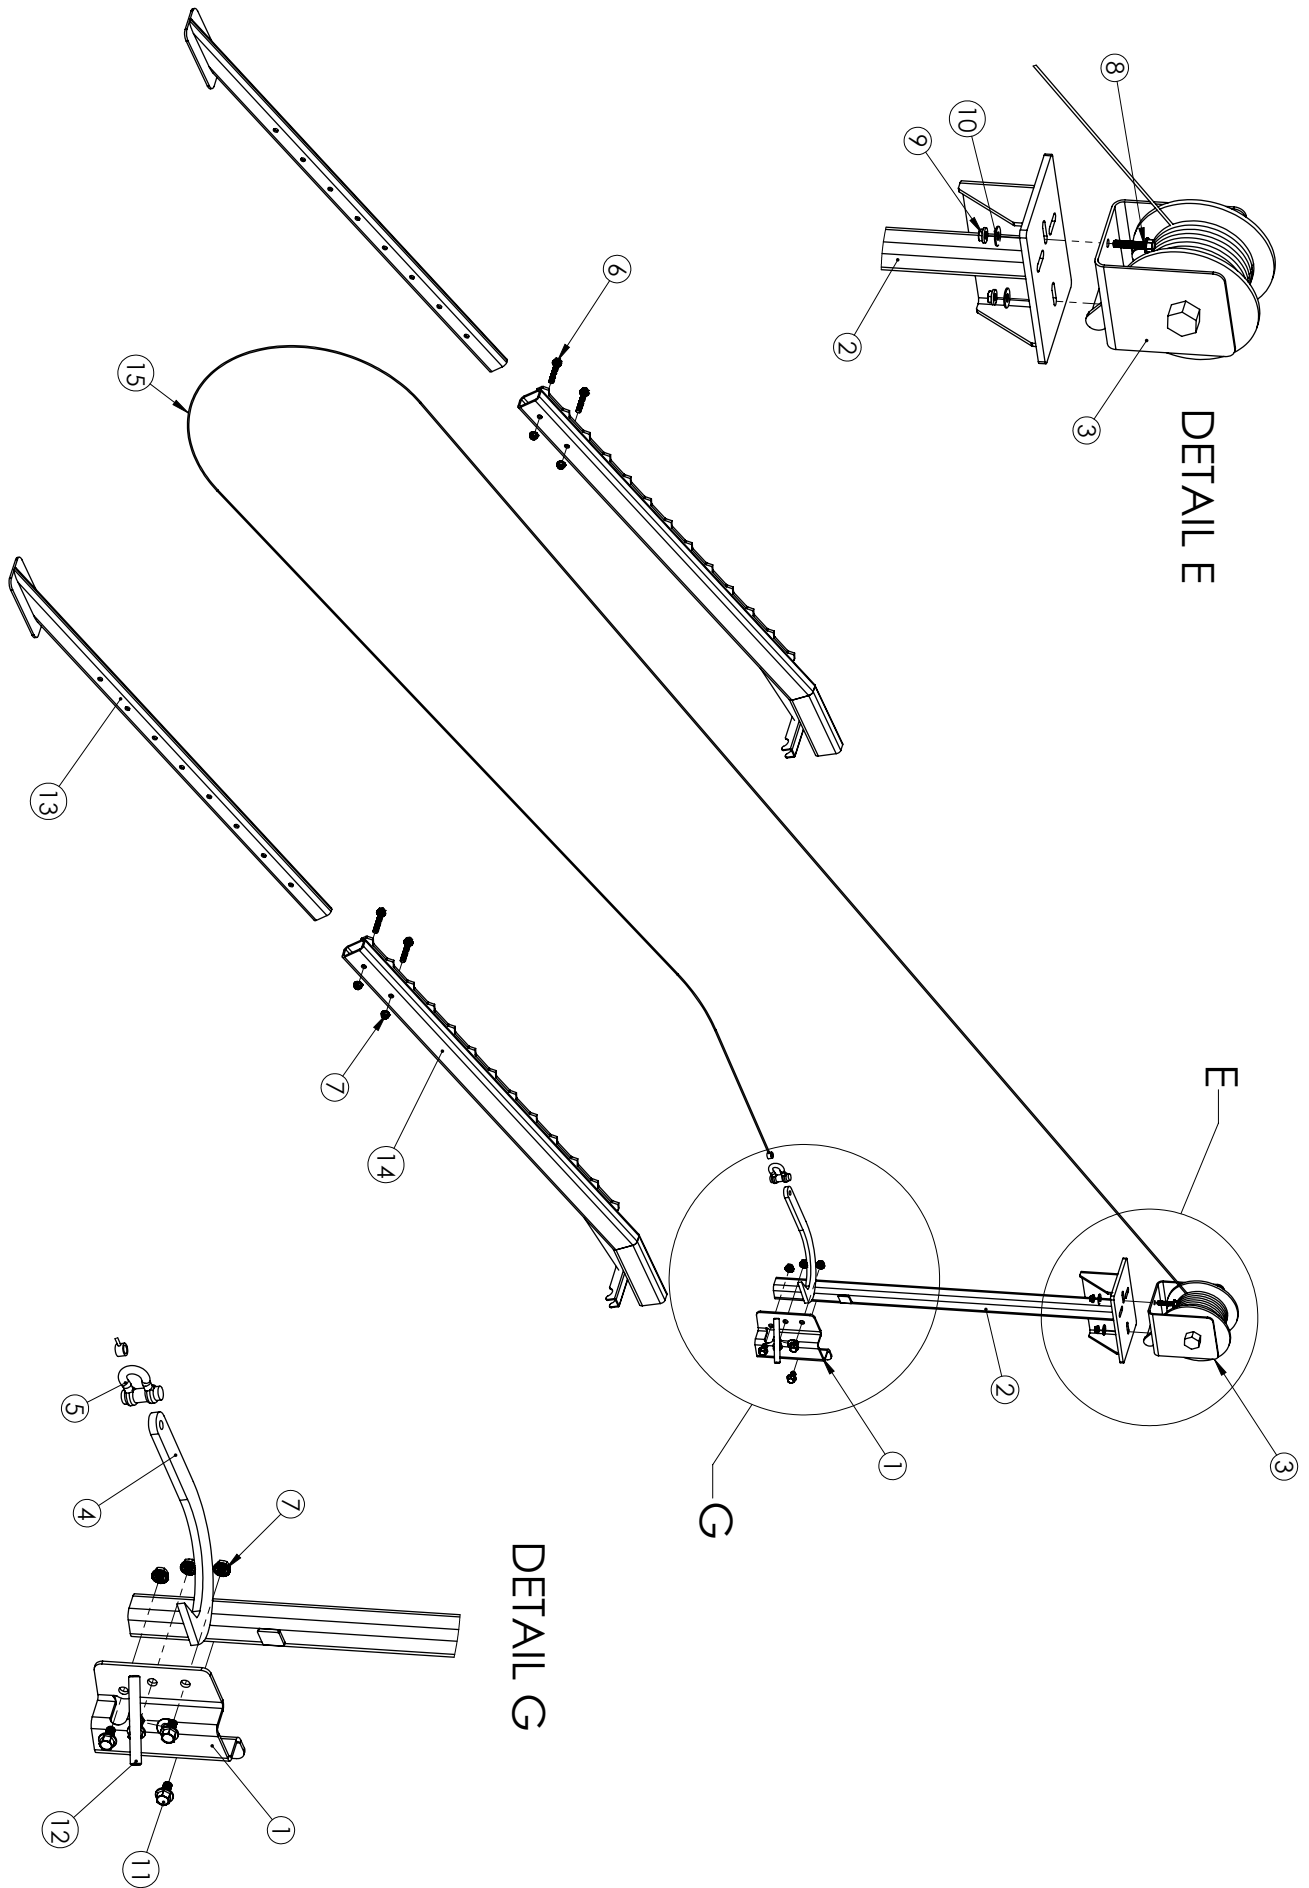

ABBILDUNG 1
05-WLKIT — ABBILDUNG 1
3. Die Winde (Artikel 3) am Windenmast (Artikel 2) mit M8 x 23 mm-Grad 10-Bolzen (Artikel 8), der Beilegscheibe M8 (Artikel 10) und den Muttern (Artikel 9) montieren (Siehe Abb. 1, Detail E).
4. Den Stammhaken (Artikel 4) mit dem Schäkel (Artikel 5) am Ende des Windenkabels (Artikel 15) montieren. (Siehe Abb. 1, Detail G).